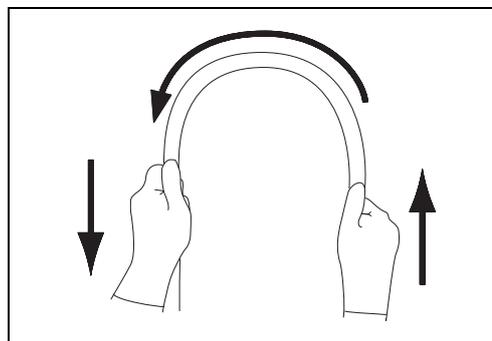

Рис. 3.4
- 5** Обеими руками согните вводимую трубку эндоскопа полукругом. Затем передвигая руки в направлении, указанном стрелками на рис. 3.4, убедитесь в том, что вводимая трубка пластична и легко сгибается в полукольцо по всей длине. Проверку эндоскопов с механизмом регулировки жесткости проводите как при самом гибком, так и при самом жестком состоянии вводимой трубки.